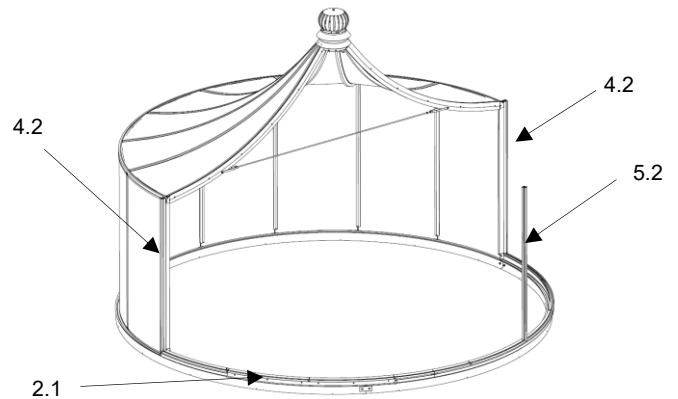

Abb.35
- montieren der Randsprossen (außen) (4.2) und eine Mittelsprosse (5.2) als stützende Funktion in der äußeren Mitte am Laufrollenprofil (2.1) (Abb.35).